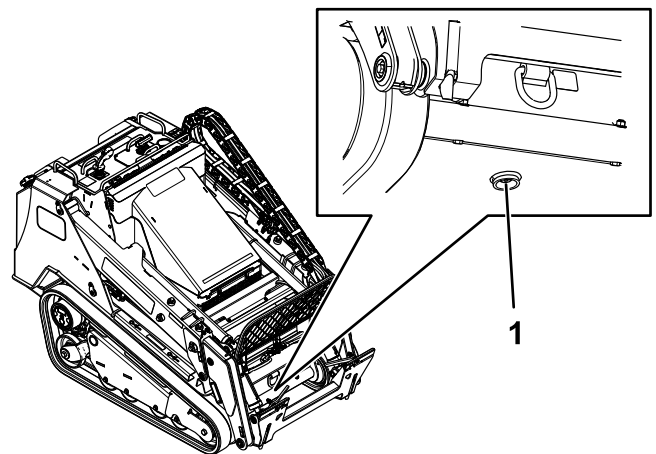

Figura 82
6. Coloque un recipiente grande con capacidad para 57 litros (15 galones US) debajo del tapón de vaciado situado en la parte delantera de la máquina (Figura 82).
7. Retire el tapón de vaciado y deje fluir el aceite al recipiente (Figura 82).